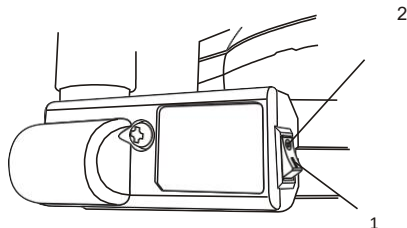

Fig. 8
Para ligar o laser, pressione o lado esquerdo do interruptor do laser (1) (Fig. 8). Para desligar o laser, pressione o lado direito do interruptor do laser.